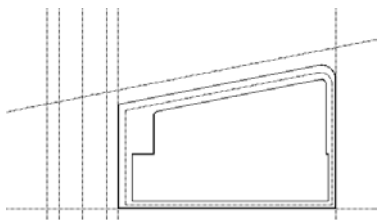

图 15.115 城市道路边线辅助线及人行道边线辅助线
(11) 执行偏移命令, 将左边辅助线向左依次偏移 30000、25000、15000、5000 得到城市道路边线辅助线及人行道边线辅助线, 如图 15.115 所示。